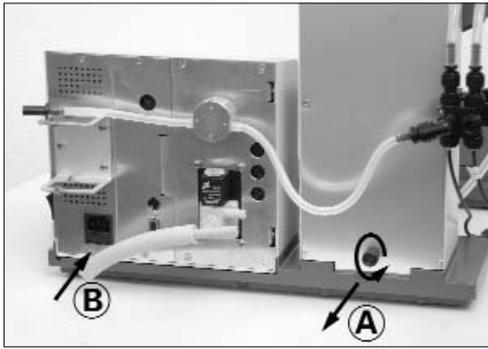

Fig. 4a
**ACHTUNG!** Transportsicherung lösen (Fig. 4a)